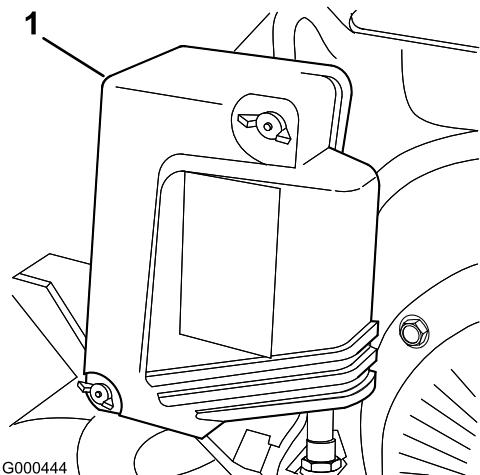

Figura 24
- Retire as porcas que fixam a cobertura do filtro de ar e retire a cobertura. Limpe bem a cobertura (Figura 24).